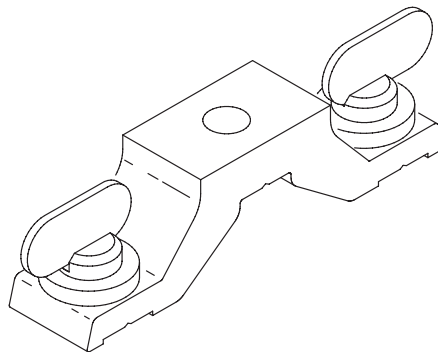

Figure 8: Embase Omega et loquets 1/4 de tour
3. Consultez la Figure 8. Alignez chaque embase avec les points de fixation dans le socle. Insérez les loquets à fond dans leur réceptacle et tournez-les fermement d'un 1/4 de tour dans le sens horaire.